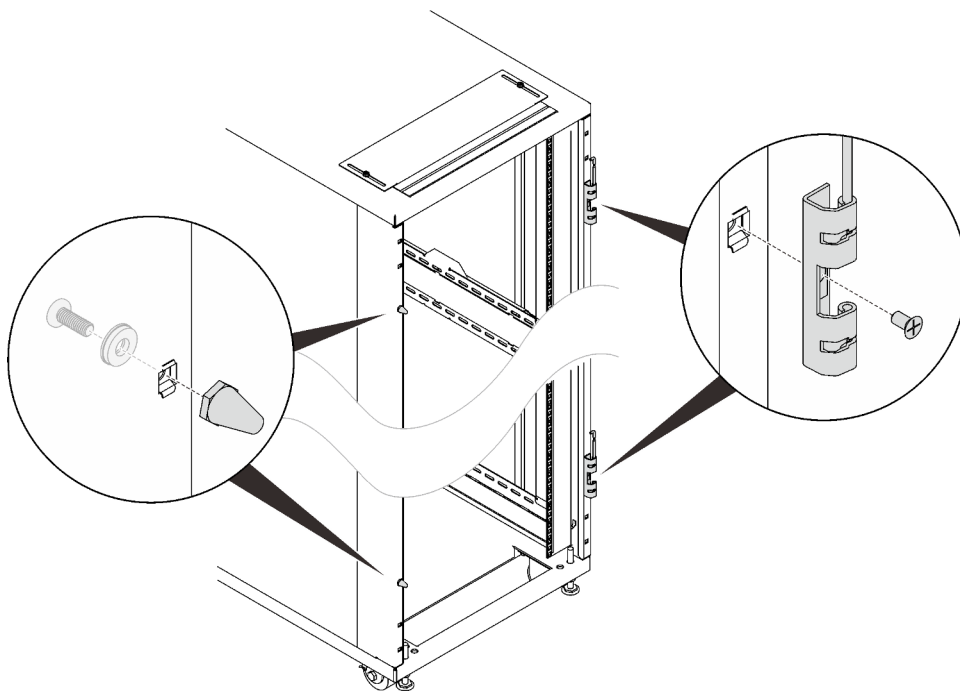

Figura 8. Extracción de las bisagras y topes de las puertas
- Después de establecer el caudal total para todos los intercambiadores de calor mediante el uso de un caudalímetro como se describió anteriormente, es importante diseñar las tuberías de modo que proporcionen el caudal que desea para cada intercambiador de calor y proporcionen una forma de verificar el caudal. La Figura 5 en la página 16 a la Figura 8 en la página 19 ilustran el uso de ajustadores de circuitos para ajustar el caudal a cada intercambiador de calor. Otros métodos, como los caudalímetros en línea o externos, pueden proporcionar un método más preciso para ajustar el caudal a través de las válvulas de cierre individuales.